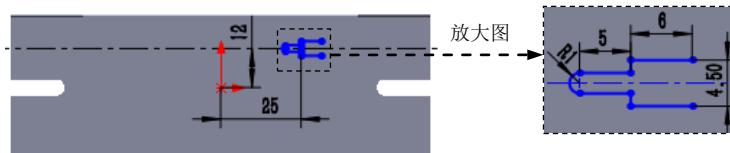

图 11.2.34 横断面草图
② 定义横断面草图。在草图环境中绘制图11.2.34所示的横断面草图。
(3) 定义切除一拉伸一薄壁属性。
① 定义切除深度属性。在“切除一拉伸”对话框**方向1**区域中撤销正交切除(N)复选框的选中。
② 定义薄壁特征。在“切除一拉伸一薄壁”对话框**薄壁特征(T)**区域的薄壁特征(T)下拉列表中选择**两侧对称**选项，在文本框输入厚度0.1。
(4) 单击 \checkmark 按钮，完成切除一拉伸一薄壁1的创建。